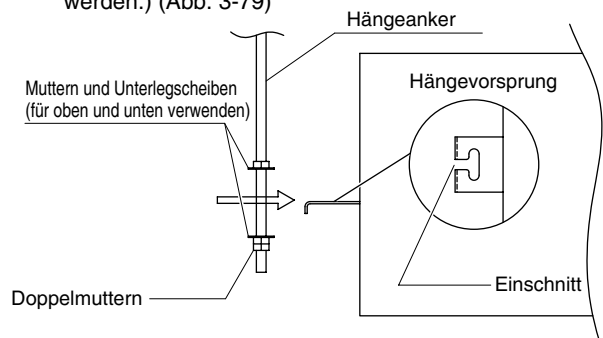

Abb. 3-79
- (2) Die Hängeanker hineindrehen, wobei diese aus der Decke herausragen müssen, wie in der Abbildung gezeigt. (Nötigenfalls muss die Deckenverkleidung modifiziert werden.) (Abb. 3-79)